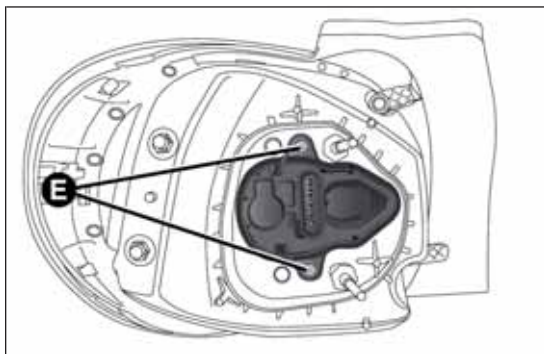

fig. 185
- ☐ desconectar el conector eléctrico, aflojar los tornillos de fijación E fig. 185 y extraer el grupo portalámparas;